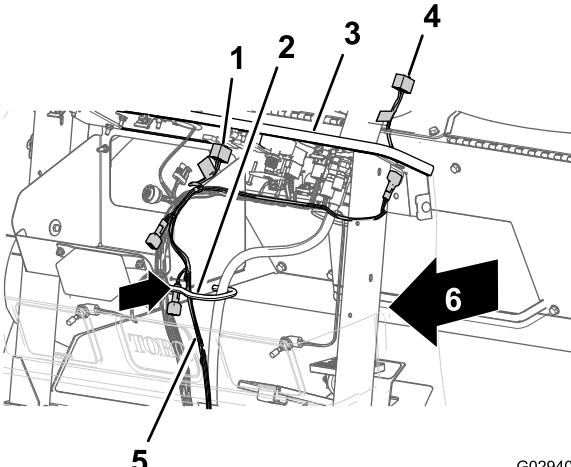

Bild 15
3. Verlegen Sie den Armaturenbrettzweig (240 cm) des Kabelbaums durch die Scheibe an der Öffnung im vorderen Schott und innen am Kabel und Schlauchhaken (Bild 15).